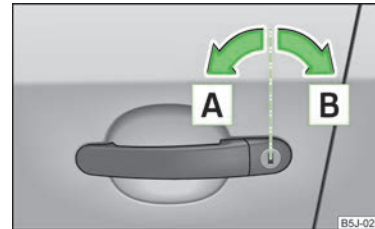

Fig. 10
- Girar la llave en el bombín de cierre de la puerta del conductor en dirección de marcha (posición de desbloqueo) **A** » fig. 10.
- Girar la llave en el bombín de cierre de la puerta del conductor en dirección contraria a la marcha (posición de bloqueo) **[B]** » fig. 10 de la página 26.